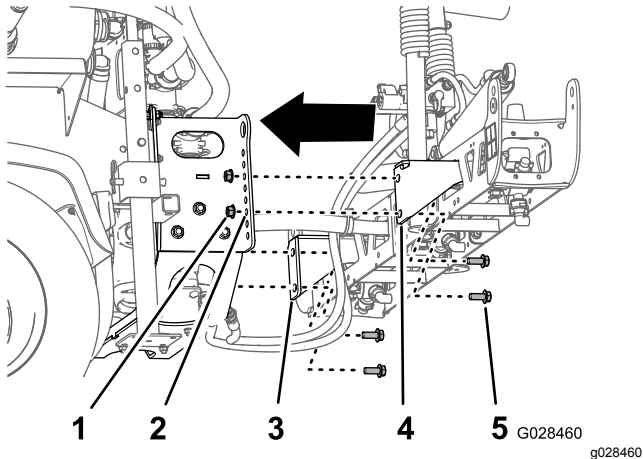

図 39
2. センターブームアセンブリの取り付けブラケットの底部にある穴を、スキッドフレームのブームサポートの下から3番目の穴に、図 39のように整列させる。